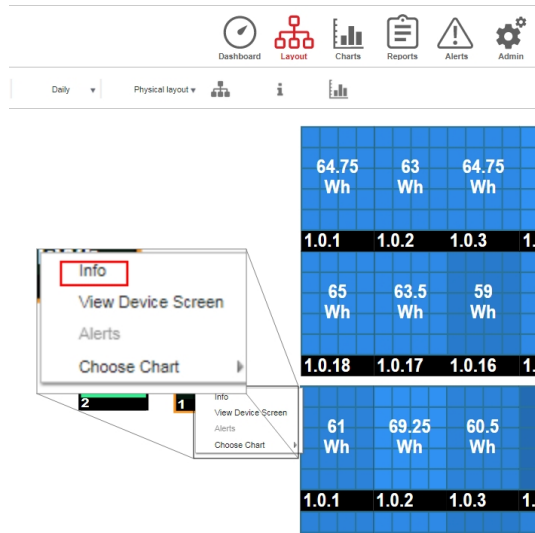

Abbildung 23: Wechselrichter-Menü
2. Klicken Sie mit der rechten Maustaste auf den Wechselrichter und wählen Sie im Menü **Info** aus (Abbildung 23). Das Fenster mit den Wechselrichterdaten wird